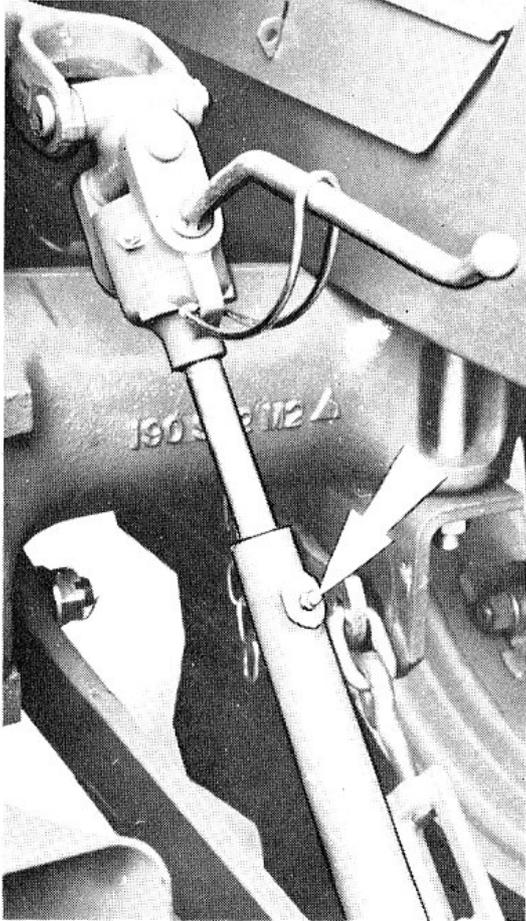

FIG. 6
- Fig. 6. Tirants de relevage et boîtier de manivelle d'aplomb